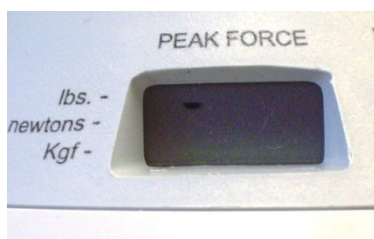

Figure 6 : Mode mesure de la force
- L'écran Peak Force (Force maximale) affichera alors un dièse à côté de l'unité de mesure actuelle dans la fenêtre Peak Force (Force maximale) (voir figure 6).